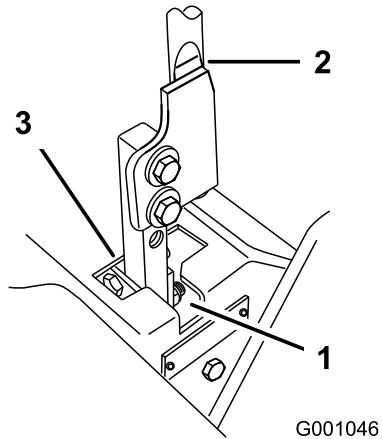

Figura 66
5. Mueva la palanca a la posición de punto muerto, pero no bloqueada (Figura 66).
6. Tire hacia atrás de la palanca hasta que el pasador (en el brazo debajo del eje pivotante) entre en contacto con el extremo de la ranura (empezando justo a tensar el muelle) (Figura 66).
7. Compruebe la posición de la palanca de control con relación a la muesca de la consola (Figura 66). Debe estar centrada para que la palanca pueda girar hacia fuera a la posición de bloqueo/punto muerto.